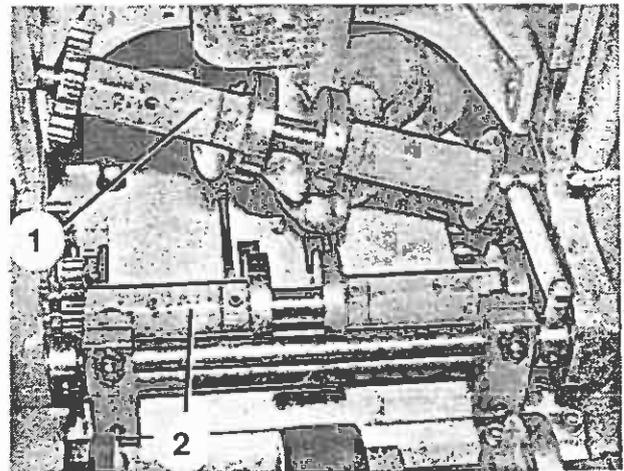

Bild 134
2. Beschleunigerrollen (Bild 134/1+2) aus dem Einwicklerapparat herausnehmen.